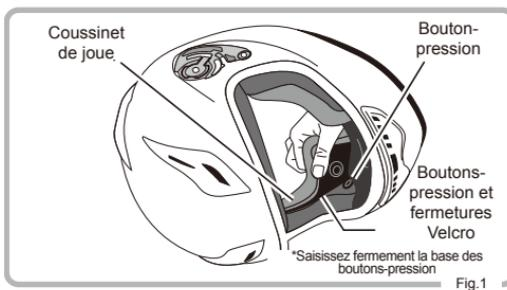

Fig.1
- 2 Retirez la mentonnière du coussinet de joue. (Fig.1)